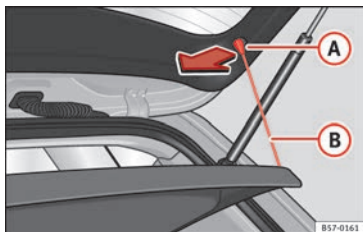

Fig. 154 Nel bagagliaio: smontare e montare il ripiano.
- Sganciare i tiranti di sostegno » **fig. 154** **B** dagli alloggiamenti **A**.
- Agganciare i tiranti di sostegno » **fig. 154** **B** nel portellone posteriore.